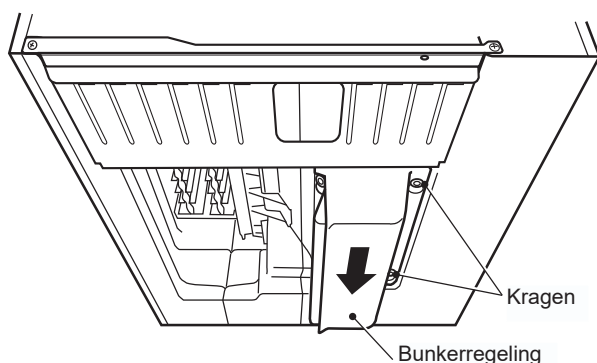

Afb. 5
- 6) Leid de kabel van de bunkerschakelaar door de opening in de basis en vervolgens in de meegeleverde bus. Zie afb. 5.